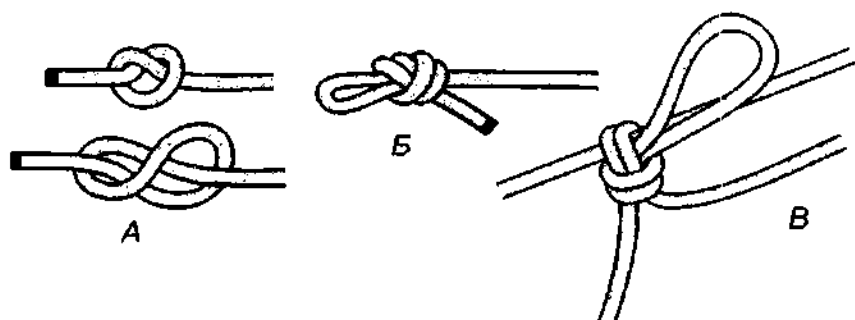

Рис. 69. Простой узел.
**Простой узел** – наиболее часто используемый в повседневной жизни узел у сухопутных людей и у моряков (рис. 69 А). На конце верёвки он может случайно завязаться даже сам. Но **простой узел** может и сам развязаться, если он не достаточно сильно затянут, поэтому, во избежание самопроизвольного развязывания, узел не рекомендуется завязывать на конце троса, оставляя очень короткий конец. Размер **концевого простого узла** можно значительно увеличить, если связать его сдвоенной верёвкой, а ходовой конец примотать к коренному концу изолентой (рис. 69 Б). **Простой узел**, завязанный сдвоенной верёвкой, намного туже и крепче одинарного **простого узла**. В ходзё-дзюцу **простой узел** вязался сложенной вдвое верёвкой при связывании пленных (рис. 69 В).